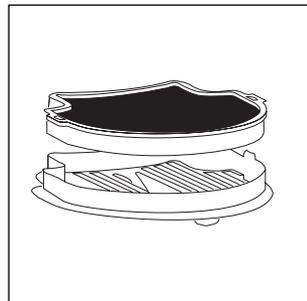

Fig. 20
- Saque el filtro trasero (fig. 20).